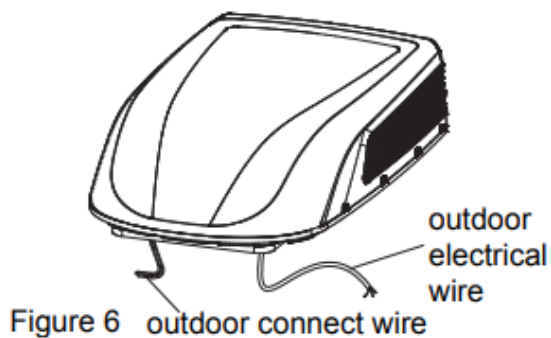

Figure 6
1. Wie in Abbildung 6 dargestellt, hat das Außengerät zwei Sätze von abgehenden Drähten, nämlich das Netzkabel (Hochstrom) und die Steuersignalleitungen. Das erste Kabel sollte direkt an die Stromversorgungsklemme angeschlossen werden, während das zweite Kabel an das Steuersignalkabel des Innengeräts angeschlossen werden sollte.